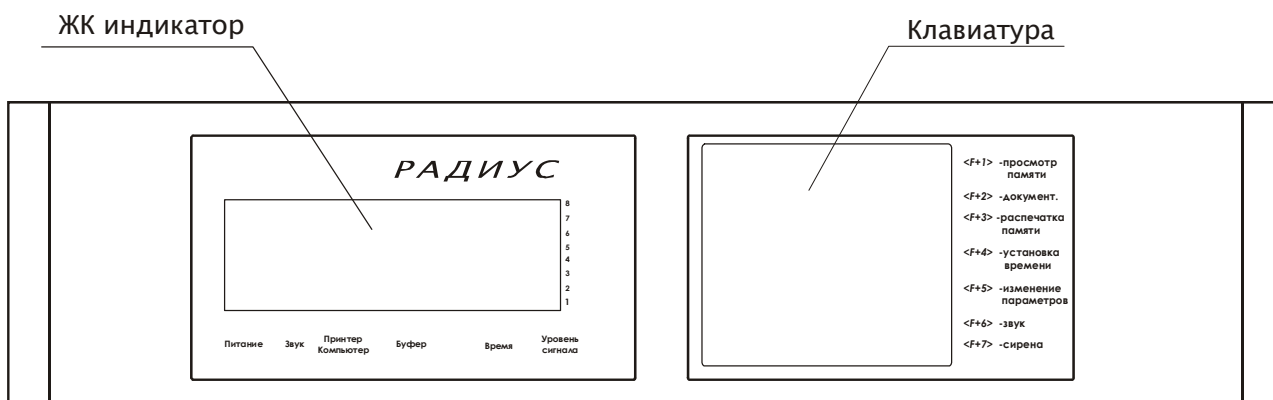

Рисунок 2 – Передняя панель ЦСМ «Радиус-1000»
1.4.1.3 На передней панели корпуса (рисунок 2) размещены алфавитно-цифровой жидкокристаллический индикатор и пленочная клавиатура с 18 клавишами.